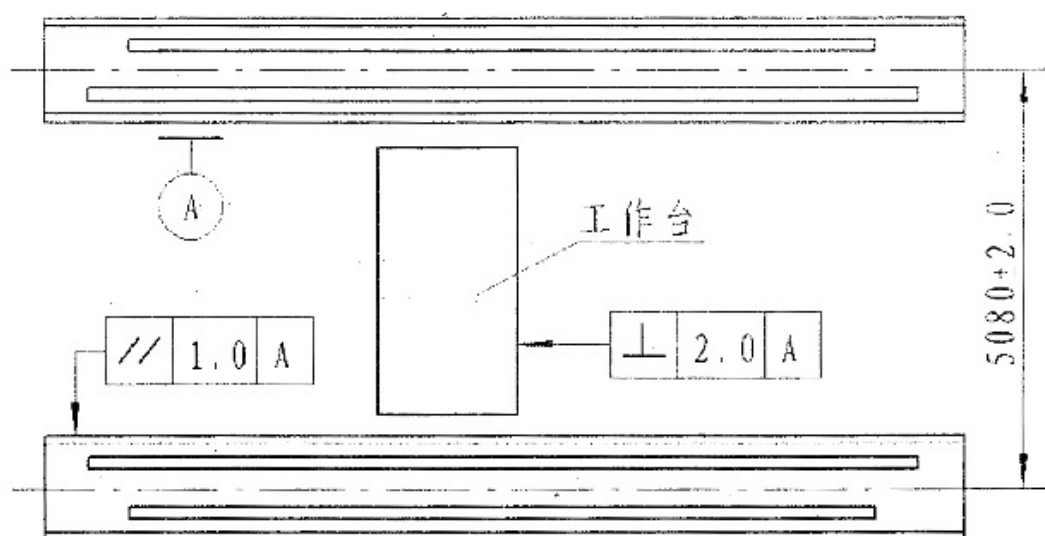

图 1
- a、将左、右导轨梁分别放置到左、右侧水泥基础上，用螺栓支撑。调整左、右导轨梁的距离、平行及前后位置，保证两导轨梁中心距为 $5080 \pm 2.0\text{mm}$ ，平行度误差不大于 1.0mm ，前后位置误差不大于 4.0mm ，同时确保左、右导轨梁与工作台车上工作台面长度方向（ 3250mm ）垂直，保证垂直度误差 $\leq 2.0\text{mm}$ 。（见图 1）